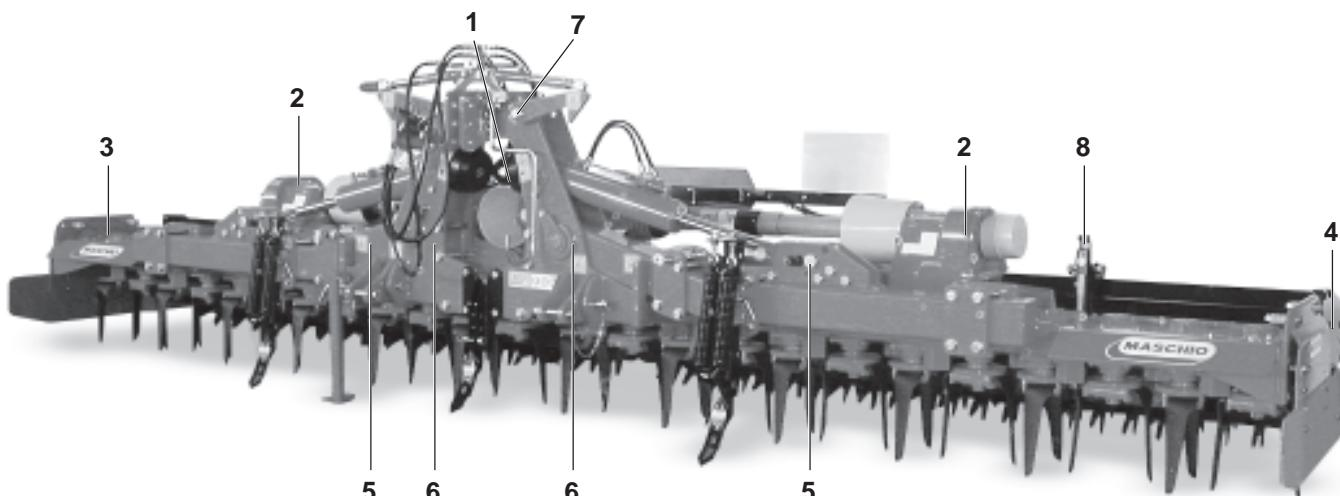

Fig. 41
- Das Öl im Getriebe wechseln (1-2 Abb. 41). Dazu die Ölablassschraube losdrehen und neues Öl bei der Einfüll-Standschraube einfüllen.
- Pour vérifier le niveau de l'huile dans le boîtier central du réducteur (1 Fig. 41), dévisser le bouchon inférieur (1 Fig. 38) et contrôler que le niveau est au raz du bord inférieur de l'orifice du bouchon. Si nécessaire faire un rajout.
- Pour vérifier le niveau de l'huile dans le carter des engrenages, dévisser le bouchon de vidange (3 Fig. 41), et en utilisant la jauge fournie, contrôler que le niveau se trouve entre les deux repères (Fig. 40). Si nécessaire faire un rajout.
- Vidangez entièrement l'huile du réducteur (1-2 Fig. 41) par le bouchon de vidange; mettez l'huile neuve par le bouchon de remplissage/jauge.
- Effettuare il cambio completo dell'olio della vasca ingranaggi scaricandolo dal tappo ed introducendolo dal tappo di carico/livello (3 Fig. 41).
- Completely change the oil in the gear reservoir by draining the old oil through the plug and pouring fresh oil through the fill/level plug (3 Fig. 41).
- Den Ölwechsel im Zahnradkasten ausführen. Das Öl bei Stopfen ablassen und bei Einfüll-/Standschraube (3 Abb. 41) einfüllen.
- Vidangez entièrement l'huile du carter de transmission par le bouchon de vidange; mettez l'huile neuve par le bouchon de remplissage/jauge (3 Fig. 41).
- Efectuar el cambio completo del aceite del contenedor engranajes descargándolo a través del tapón e introduciéndolo a través del tapón de carga/nivel (3 Fig. 41).